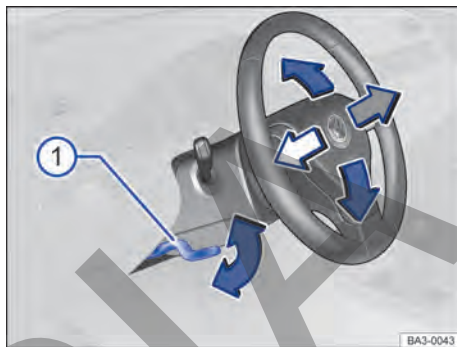

Fig. 60 Debajo y a la izquierda del volante junto con el revestimiento de la columna de dirección: palanca de ajuste de la posición del volante.
- Empujar la palanca hacia abajo sosteniéndola por su empuñadura → fig. 60 ①.